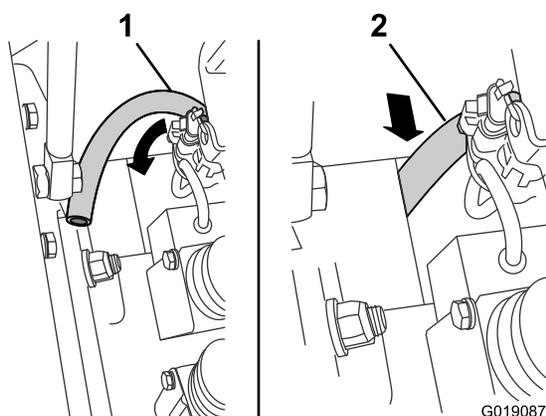

Figure 56
4. Essuyez l'extrémité du flexible de vidange, tirez le flexible dans le compartiment moteur et rangez-le à sa place (Figure 56).